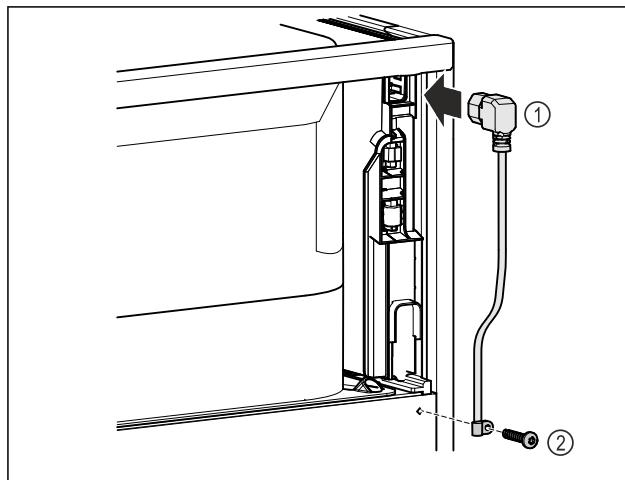

Fig. 11
► Включете буксата за свързване на уреди с ниска мощност на захранващия кабел Fig. 11 (1) от задната страна на уреда.
► Монтирайте кабелната муфа Fig. 11 (2)